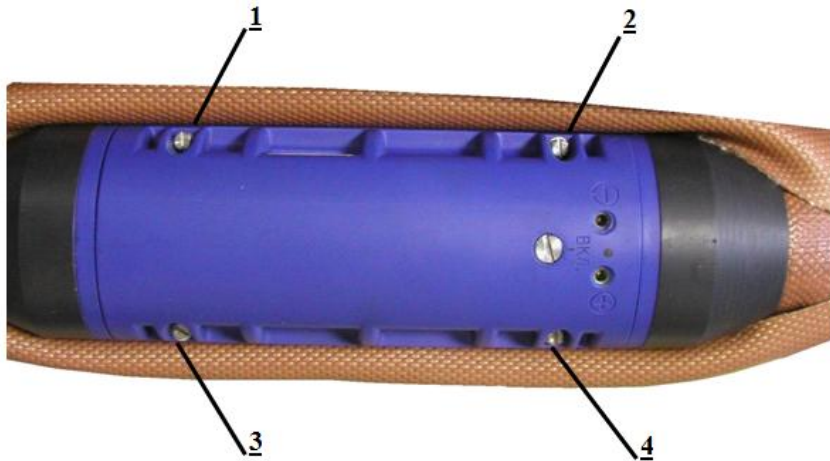

Рисунок 1.4.10. Замена блоков питания АБДЛ «Тритон»
1. Шлицевой отверткой выкрутить винты крепления блоков питания к корпусам приемного и передающего модулей поз.1 – поз.4 (см. Рис. 1.4.10);
4. Шлицевой отверткой закрутить винты поз.1 – поз.4 (см. Рис. 1.4.10);